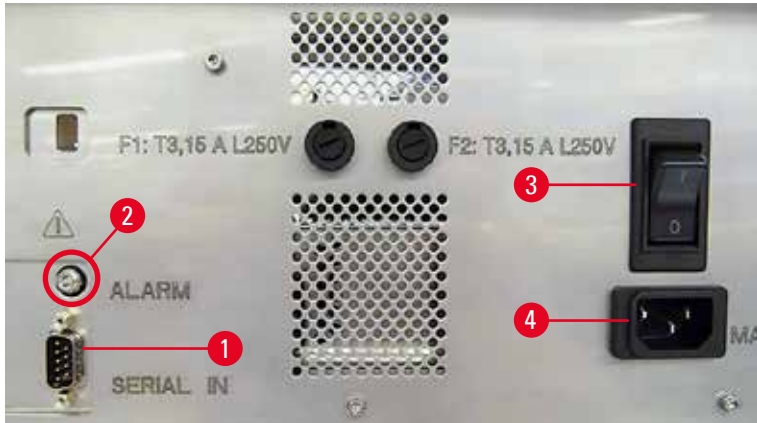

Fig. 27
① Las conexiones eléctricas están ubicadas en el panel trasero del equipo (→ "Fig. 27").